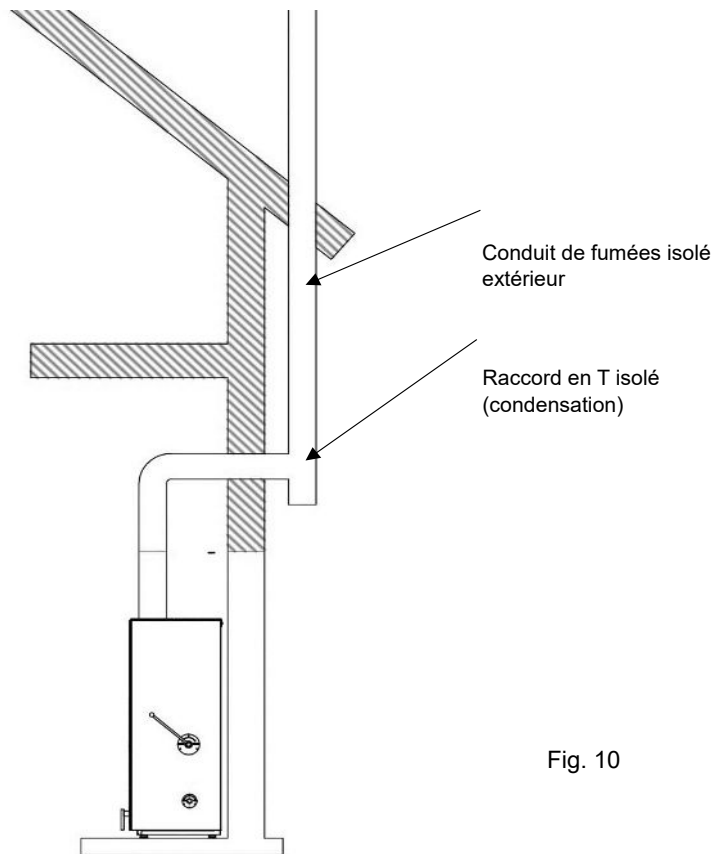

Fig. 10
- Il doit être équipé d'un terminal de cheminée anti-vent et respecter la distance "d" par rapport au sommet du bâtiment selon les indications figurant dans 1.2. La solution à adopter dans le cas où l'on souhaite utiliser un conduit d'évacuation des fumées extérieur est représentée sur la fig.10.